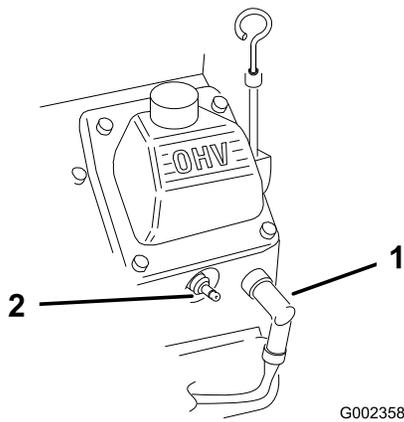

Bild 51
2. Klemmen Sie das Zündkabel von der Zündkerzen ab (Bild 51).